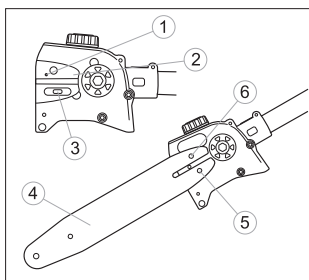

fig. 16
Zahnrad, Schiene, Kette und Kurbelwelle verschleßen viel schneller, wenn die Kette übermäßig weit durchhängt oder zu stark gespannt ist. Schauen Sie mal die Abb. 16 an, wo die richtige Spannung bei der kalten Kette (A), warmen Kette (B) und spannungsbedürftigen Kette (C) gezeigt wird.